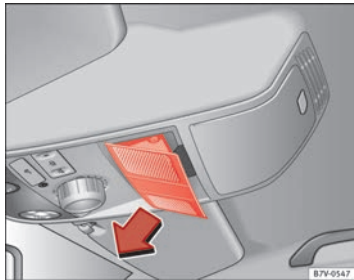

Abb. 195 Im Dachhimmel: Abdeckung entfernen.
- Abdeckung in Pfeilrichtung entfernen ⇒ Abb. 195.